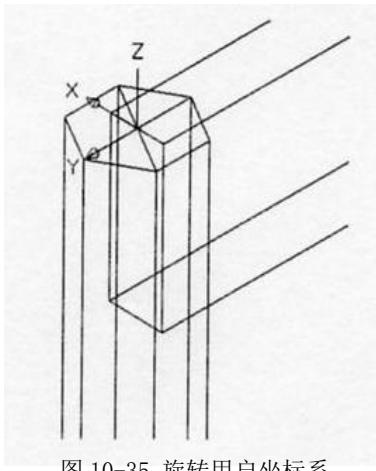

图 10-35 旋转用户坐标系
9、按 Enter 键, 新的用户坐标系如图 10-35 所示。单击【长方体】按钮 , 命令行提示如下。